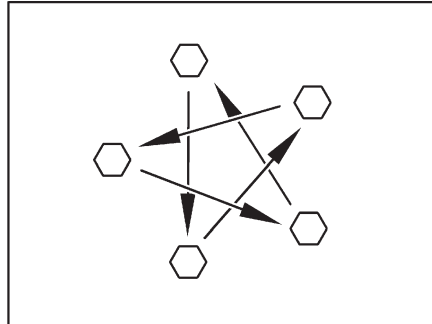

Fig. 164 Apretar las tuercas o los tornillos de las ruedas en forma de cruz
- Comprobar periódicamente que las tuercas o tornillos de las ruedas estén firmemente apretados. Reajustar en forma de cruz (Fig. 164) las tuercas o tornillos después de cambiar una rueda, al cabo de 50 km. Par de apriete, véase apartado 15.5.2.
- ▶ Apretar en forma de cruz las tuercas o los tornillos de las ruedas (Fig. 164).